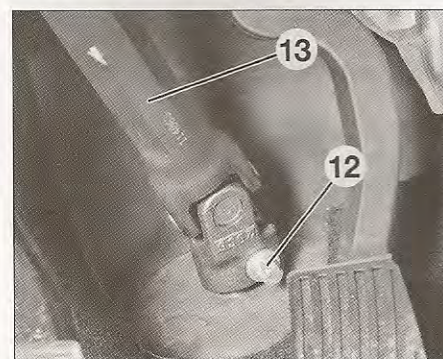
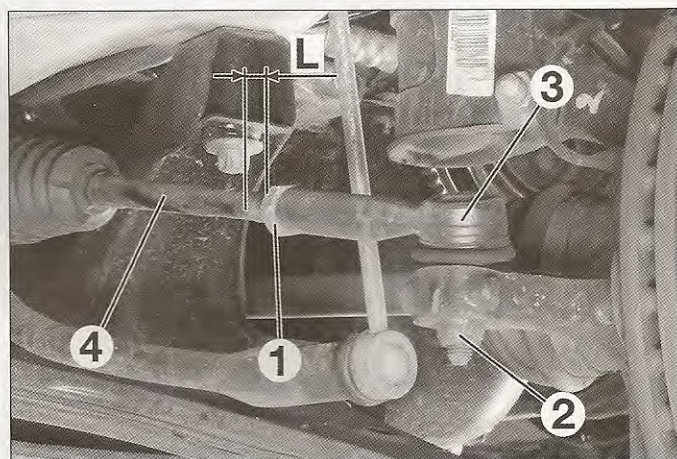

FIG. 11
FIG. 13
- Desatornillar el tornillo de fijación (12) del eje intermedio (13) de la columna de dirección sobre el piñón de la caja de dirección (fig. 11).
- el refuerzo (1) de tren delantero debajo de la cuna (fig. 13).
- el tirante antibasculamiento (2).
- el tornillo de fijación (11) del eje intermedio (12) de columna de dirección sobre el piñón de la caja de dirección (fig. 11).
- Desatornillar el tubo de escape (3) del catalizador (4) y de la caja de velocidades (5) (fig. 13).
- Desatornillar los tornillos de fijación (6) de la caja de dirección de la cuna.